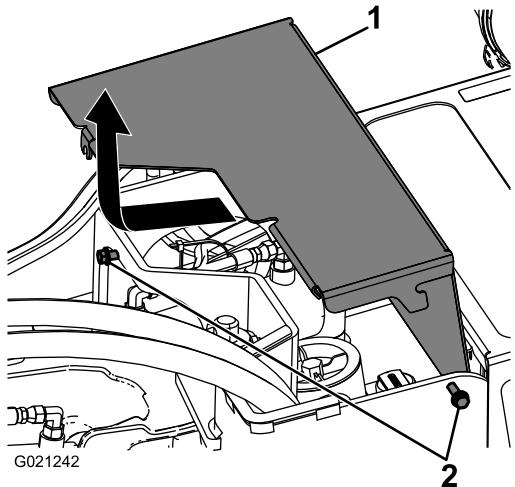

Bild 24
2. Lösen Sie die zwei Schrauben, mit denen die vordere Abdeckung an der Maschine befestigt ist (Bild 24).
3. Schieben Sie die Abdeckung etwas nach vorne und ziehen Sie hoch, um sie zu entfernen (Bild 24).
2. Schieben Sie die vordere Abdeckung in die richtige Position und ziehen die zwei Schrauben an, mit denen sie an der Maschine befestigt ist (Bild 24).